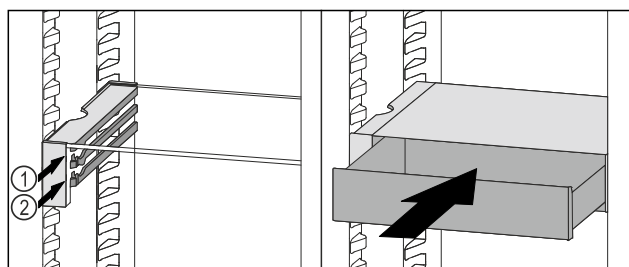

Fig. 121
- ▶ A VarioSafe-fiókot az ütközők mögött helyezze a kívánt bordára a Fig. 121 (1) vagy Fig. 121 (2) szerint.